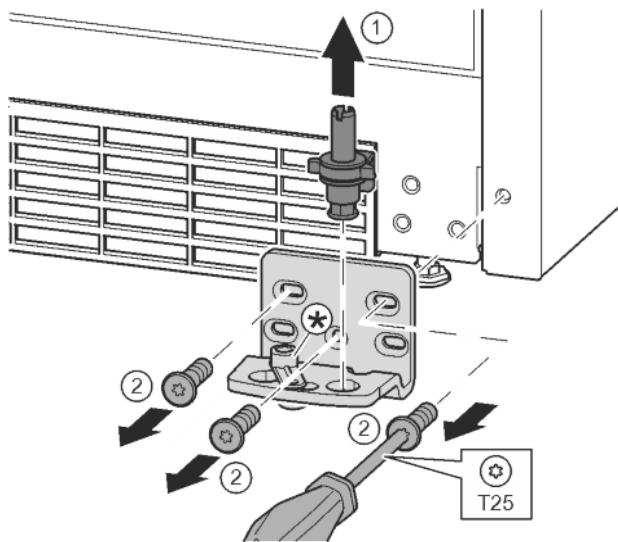

Fig. 16
- Опорный палец полностью извлечь движением вверх. Fig. 16 (1)
- Открутить винты отверткой T25 и снять опорный кронштейн. Fig. 16 (2)